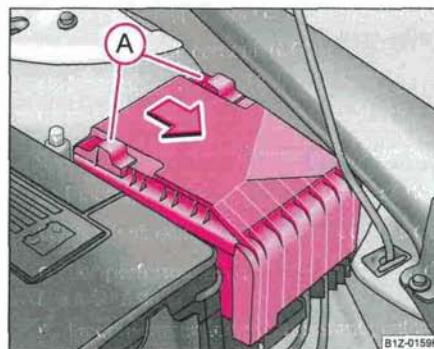

Fig. 213 Cache des fusibles dans le compartiment moteur
- Faites glisser l'étrier de sûreté (A) ⇒ fig. 213 jusqu'à la butée, le symbole  apparaît derrière l'étrier de sûreté et le cache peut être retiré.